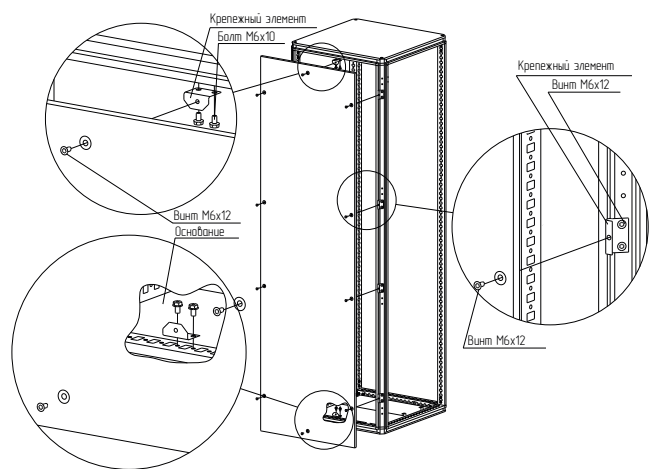

Рисунок 27
4.14.2 Закрепить восемь крепежных элементов на стойках каркаса (рисунок 27). Для крепления использовать винты М6×12. Момент затяжки – 7 Н·м.